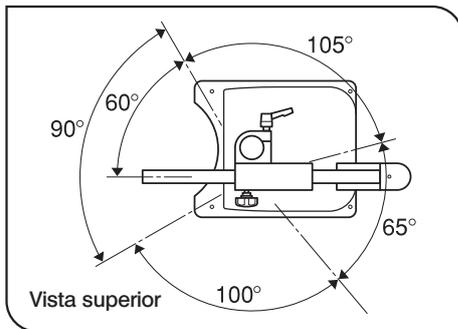

fig. 12
3. A capacidade de carga do suporte é limitada e a sua estabilidade é variável, dependendo da orientação do braço horizontal. (fig. 12)